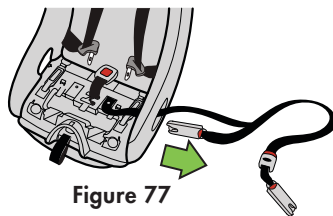

Figure 77
- Tirez la ceinture d'ancrage DUA et les connecteurs inférieurs hors du côté droit du chemin de ceinture pour la position orientation vers l'arrière, tel qu'illustré à la **Figure 77**.